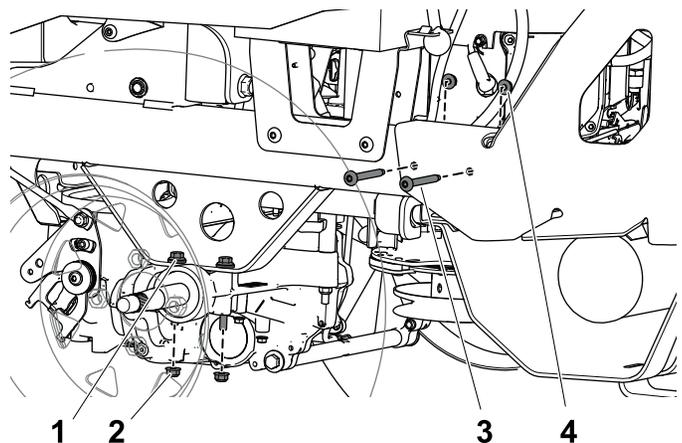

Figure 19
2. Retirez les boulons et écrous qui fixent le côté gauche de la protection arrière au cadre et mettez-les au rebut (Figure 19).
3. Retirez et mettez de côté les 2 écrous à embase qui fixent l'entraînement gauche au cadre (Figure 19).